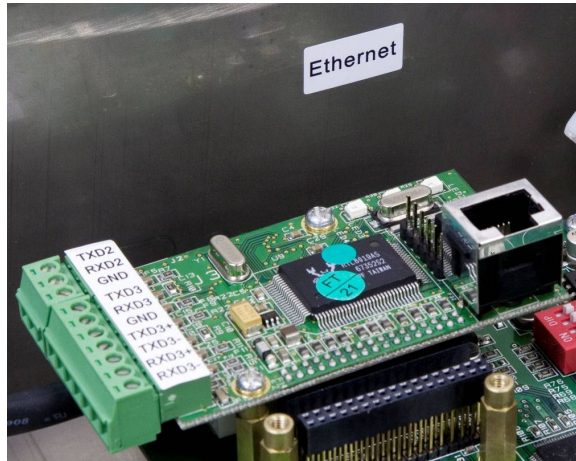

Figure 3-16 : Position de l'étiquette Ethernet
- Si vous installez une option Ethernet, vous trouverez l'étiquette d'identification Ethernet dans le kit. Cette étiquette peut être apposée sur le boîtier de l'ACM500 près du connecteur Ethernet, voir la Figure 3-16.
- Si vous installez une option EtherNet/IP, vous trouverez l'étiquette EtherNet/IP PLC dans le kit. L'étiquette peut être apposée sur le boîtier de l'ACM500 près du connecteur Ethernet/IP, voir la Figure 3-16.